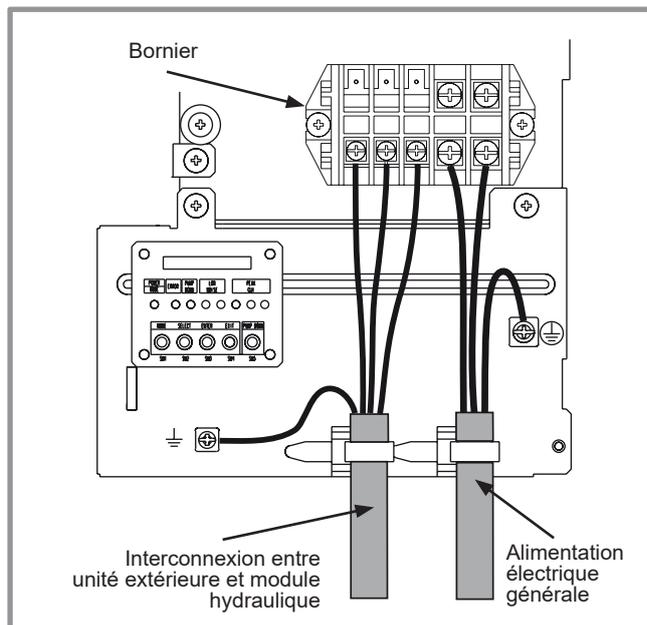
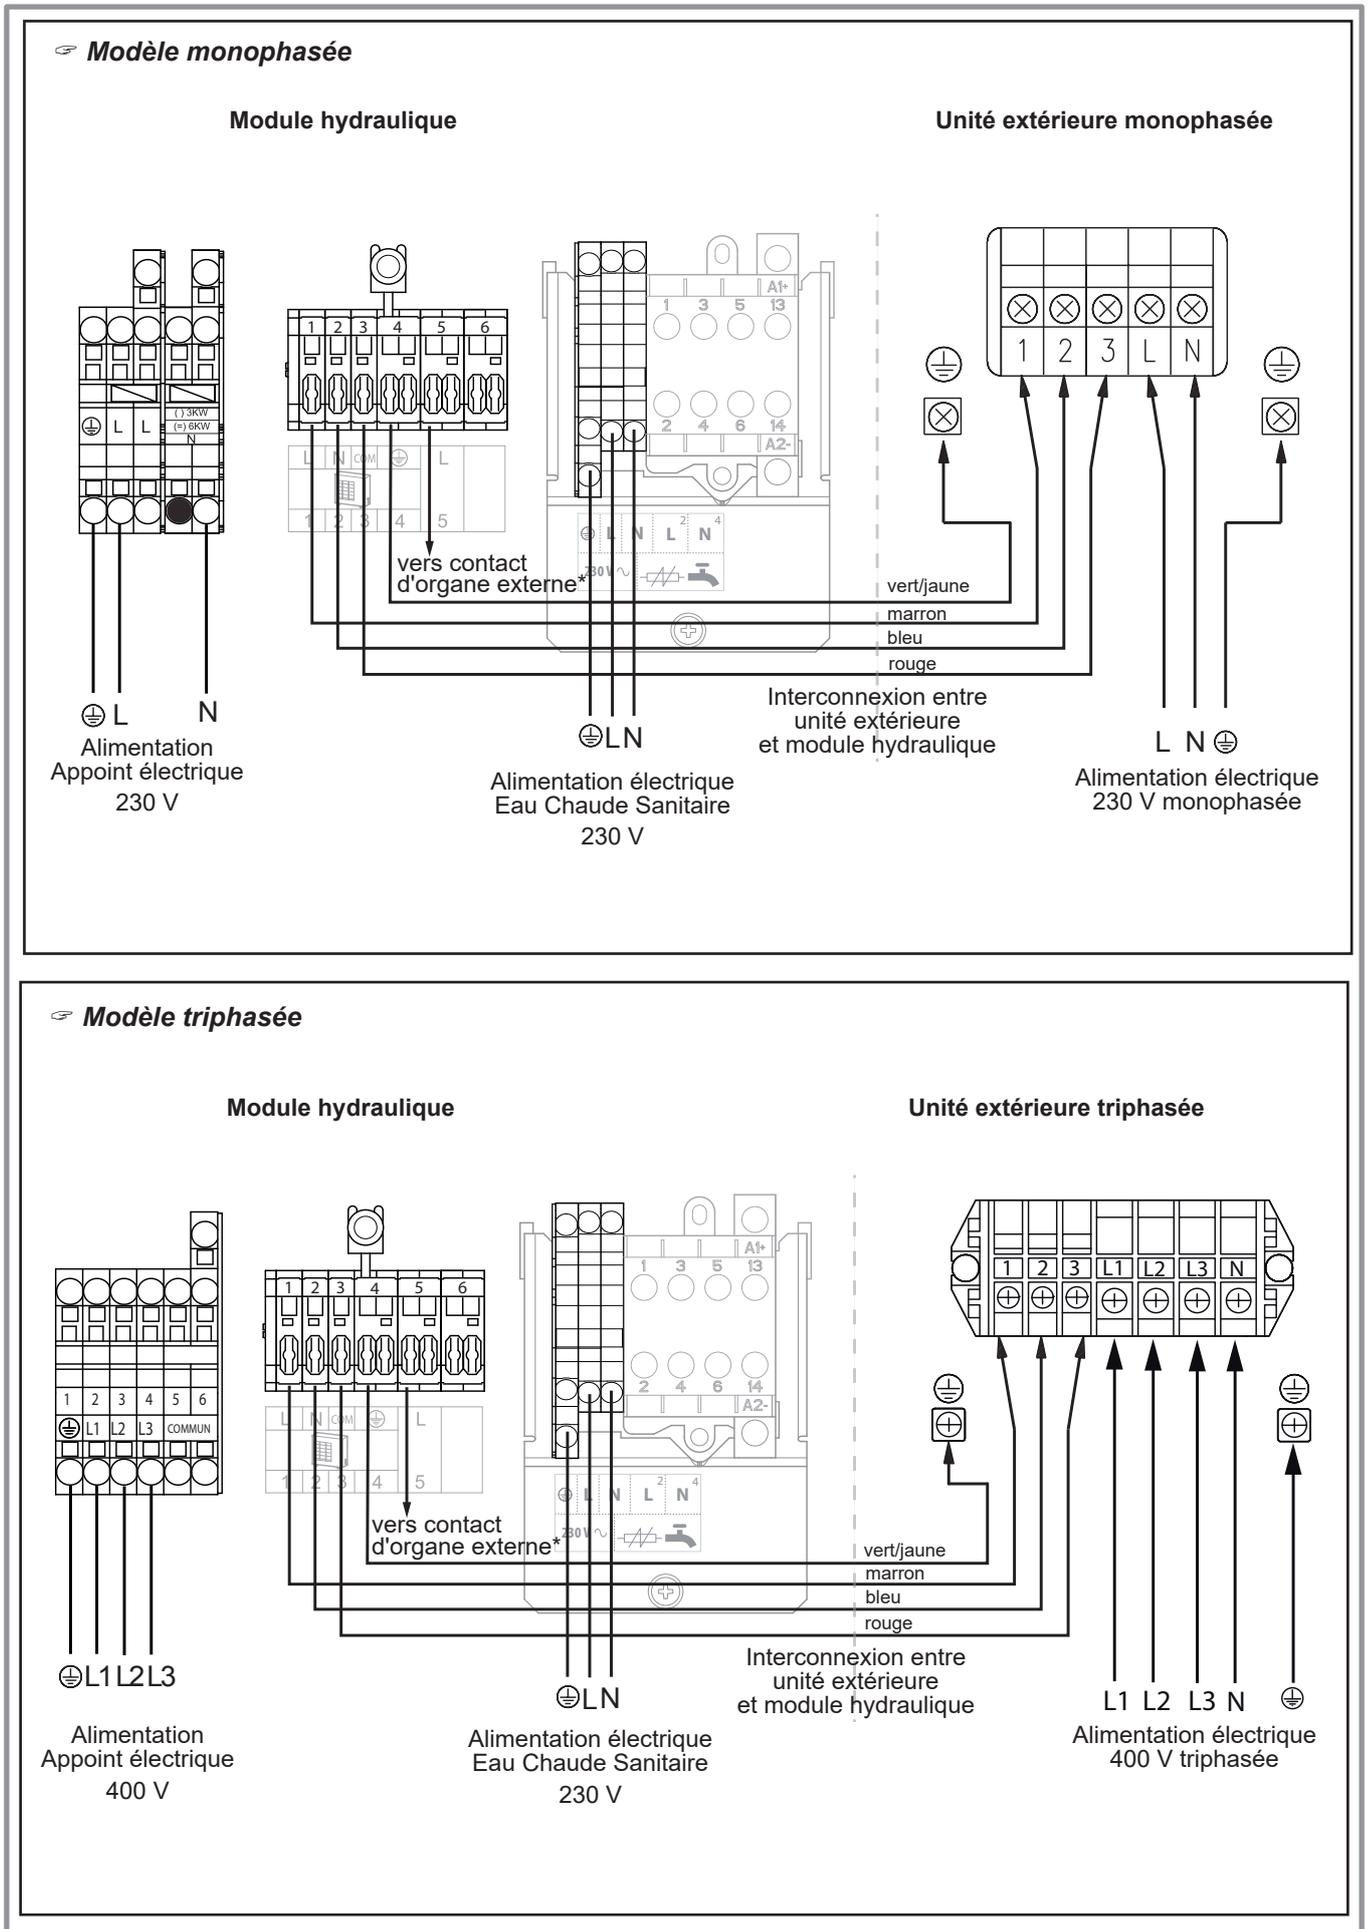

figure 35 - Connexions au bornier de l'unité extérieure monophasée
figure 41 - Raccordement aux borniers et relais de puissance
- Effectuer les raccordements suivant le(s) schéma(s) figure 35 et figure 41, page 39.
- Effectuer les raccordements suivant le schéma (figure 41).